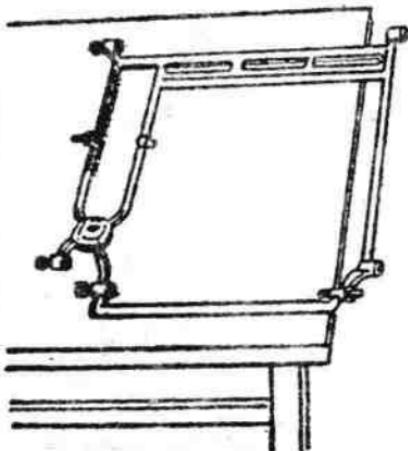

图1-18 机架装配图
(3)取过方架,将有商标一面向下,单边露出桌面少许(图1-18)。